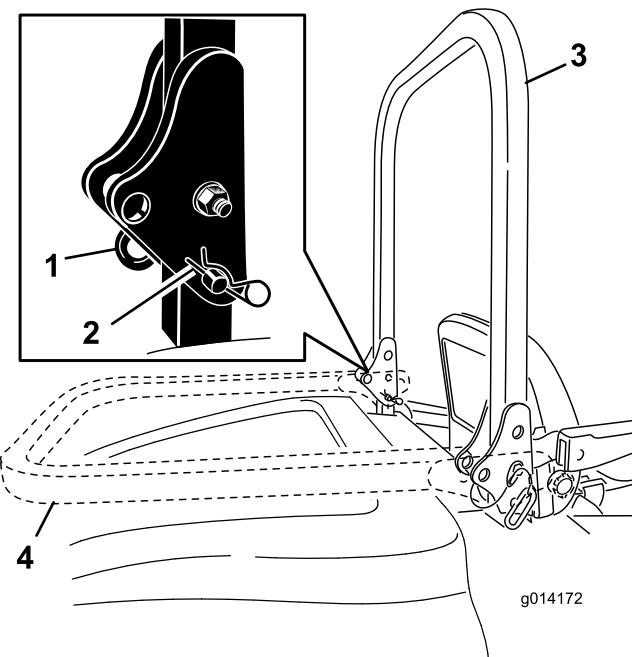

Figure 8
1. Pour abaisser l'arceau de sécurité, retirez les goupilles fendues, poussez l'arceau de sécurité contre les ressorts et retirez les deux goupilles (Figure 8).
2. Faites pivoter l'arceau de sécurité à la position abaissée (Figure 8).
3. Posez les deux axes et fixez-les avec les goupilles fendues (Figure 8).
4. Pour relever l'arceau de sécurité, retirez les goupilles fendues puis les deux axes (Figure 8).
- Relevez complètement l'arceau de sécurité puis insérez les deux axes et fixez ces derniers avec les goupilles fendues (Figure 8).